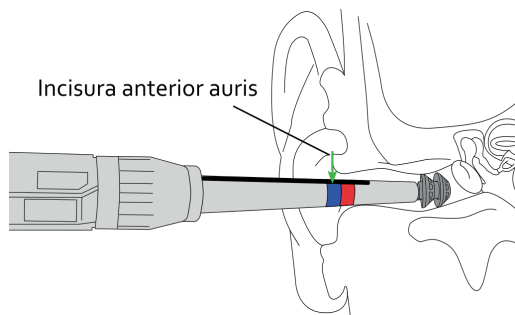

Abbildung 11: Einsetzen des Gehörgangsmoduls (der grüne Pfeil zeigt die Position der Incisura anterior auris)
5. Das Gehörgangsmodul mit dem Positionierwerkzeug in den Gehörgang schieben, bis der gleichfarbige Bereich wie zuvor beim Ermitteln der Gehörgangslänge (s. Abschnitt 7.1) auf Höhe der Incisura anterior auris (grüner Pfeil in Abbildung 11) liegt. Die Mitte des Farbbereichs ist anzustreben. Es kann jedoch je nach Empfinden des Patienten bis an die Ränder des Farbbereichs variiert werden. Das Gehörgangsmodul soll dabei den knöchernen Bereich des Gehörgangs erreichen.
9. Am Testkabel ziehen, bis sich der Magnetstecker wieder vom Gehörgangsmodul löst. Das Gehörgangsmodul darf sich nicht im Gehörgang bewegen. Deshalb die Position des Gehörgangsmoduls mit dem Positionierwerkzeug kontrollieren (s. Abbildung 11).